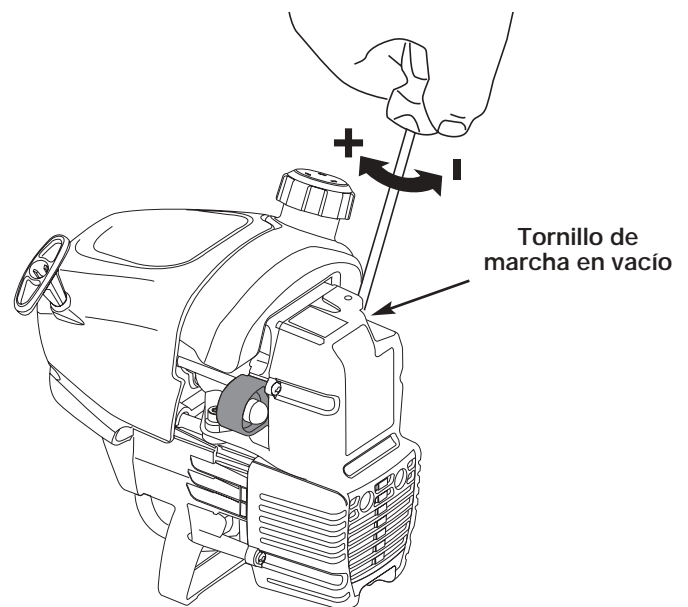

Figure 33
La velocidad lenta del motor puede ser ajustada por la cubierta del silenciador / filtro de aire (Fig. 33).
2. Suelte el gatillo del regulador y deje que el motor funcione en marcha en vacío. Si el motor se para, inserte un pequeño destornillador Phillips o de vástago plano en el orificio de la cubierta del silenciador / filtro de aire (Fig. 33). Gire el tornillo de marcha en vacío en **sentido horario**, de a 1/8 de vuelta por vez (según sea necesario) hasta que el motor funciona marcha en vacío.